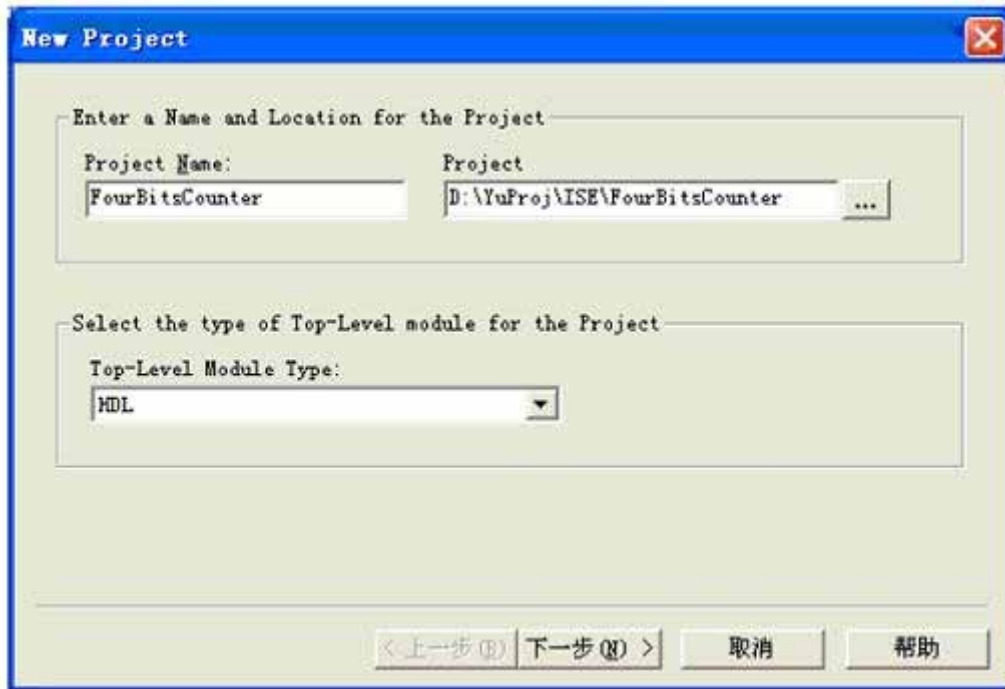

图 2 新工程项对话框
Step2. 选择File->New Project...，出现如图 2 所示的窗口。这个窗口与以前版本的差别较大，以前的版本出现的窗口中可以直接选取器件类型、封装、门数、速度等级等信息。而在 ISE6.1 中需要单击“下一步”才能看到这些设置信息。在本例中，我们先选择工程存放的路径，然后输入工程名称。系统自动为每一个工程设定一个目录，目录名为工程名。再选择顶层模块类型为HDL。